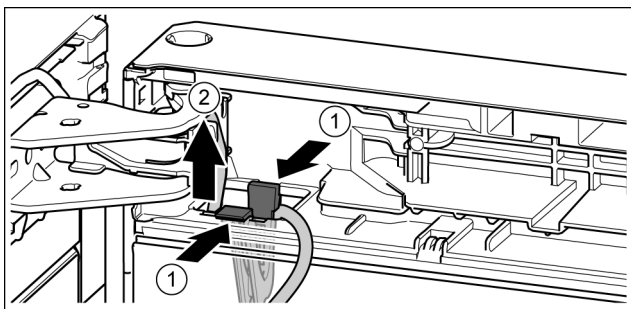

Fig. 20
- ▶ Притисніть накладку. Fig. 20 (1)
- ▶ Витягніть тримач кабелю із зафіксованим в ньому кабелем. Fig. 20 (2)